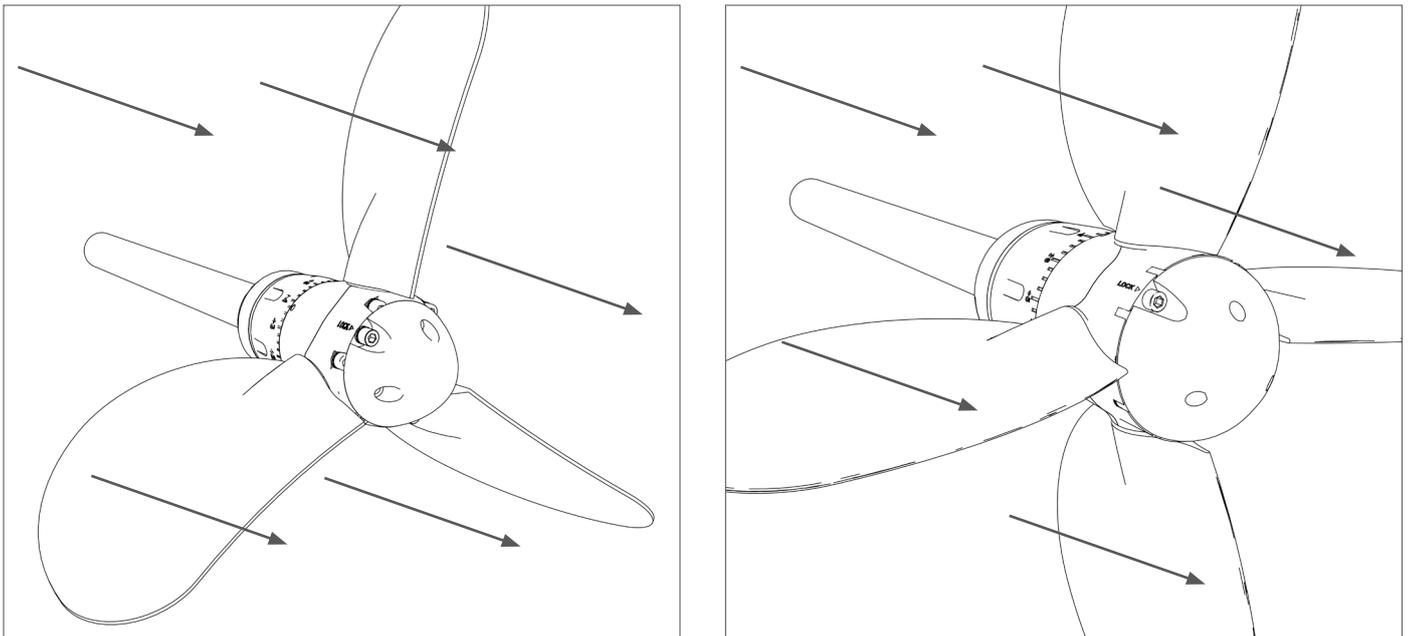

ABB. 28 | Wasserströmung
- Die Propellerblätter drehen sich nun automatisch in Segelposition, um den geringsten Widerstand zu bieten (**Abb. 28**).